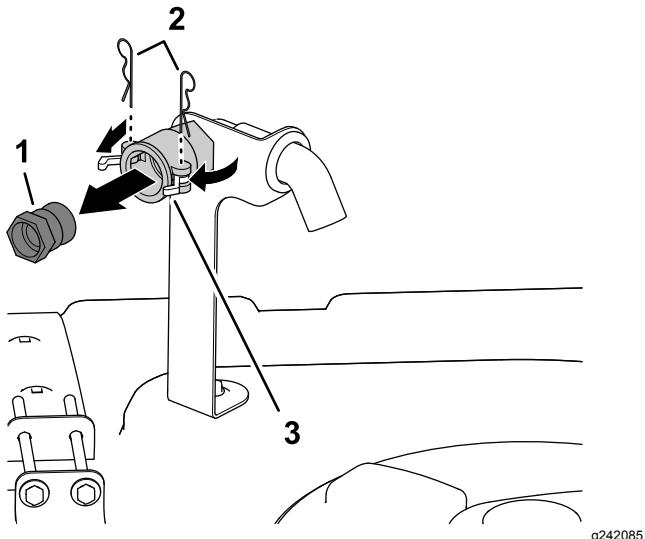

Figura 3
1. En el lado delantero derecho de la tapa del depósito, retire las 2 chavetas que sujetan los cierres del acoplamiento rápido del dispositivo de llenado antisifónico (Figura 3).
2. Gire los clips para liberar el acoplamiento rápido macho del acoplamiento rápido hembra (Figura 3).
3. Retire el acoplamiento rápido macho del acoplamiento rápido hembra (Figura 3).
4. Cierre los clips y coloque las chavetas en lasbridas del acoplamiento rápido hembra (Figura 3).